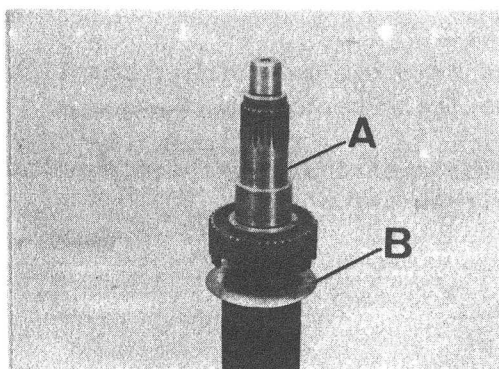

Fig. C1-127 Montaje del conjunto del eje principal
- 3.1. Situar el eje principal sobre un soporte o un tornillo de banco con las mordazas cubiertas de material blando, teniendo en cuenta que el extremo delantero del eje deberá quedar hacia arriba (Fig. C1-127).